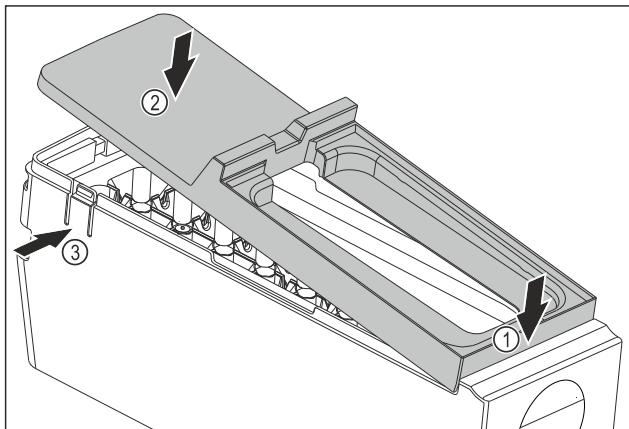

Fig. 139
- Montáž krytu korpusu EasyTwist-Ice: Kryt nasadte vpred. Fig. 139 (1)
- Kryt spusťte dozadu. Fig. 139 (2)
- Kryt počuteľne zapadne od oboch stranev Fig. 139 (3).